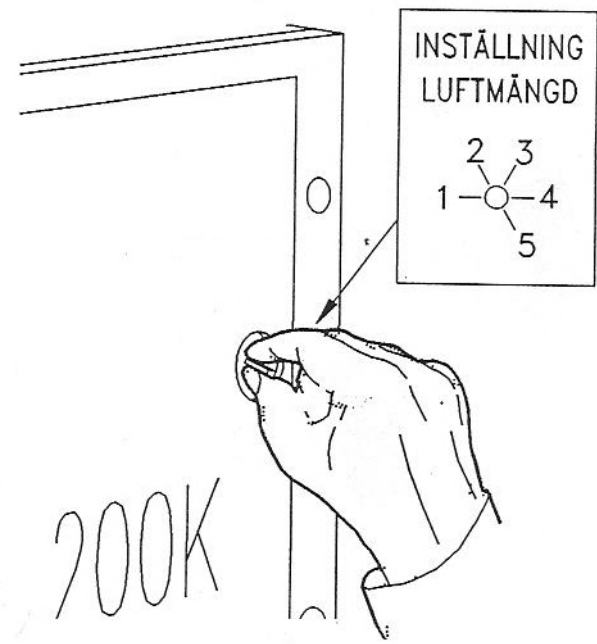

Fig.2
6. Normalflödesregulatorn vrids tills något av de fem lägena ger en 5-7 mm nivåskillnad på u-rörsmanometern. Se fig. 2.